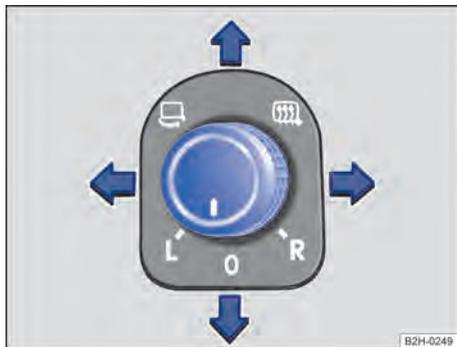

Fig. 82 Na porta do condutor: botão rotativo dos espelhos retrovisores externos.
2. Girar o botão rotativo na porta do condutor para o símbolo desejado → Fig. 82.